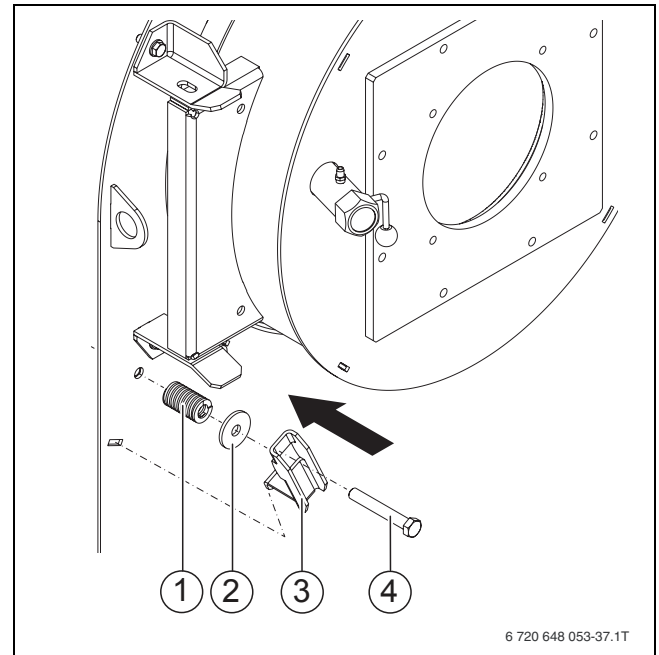

Рис. 15 Монтаж
- ▶ Снимите коромысло (→ рис. 15, [3]).
- ▶ Ослабьте пружину (→ рис. 15, [1]) винтом с внутренним шестигранником (→ рис. 15, [4]).
- ▶ Установите шайбу (→ рис. 15, [2]).